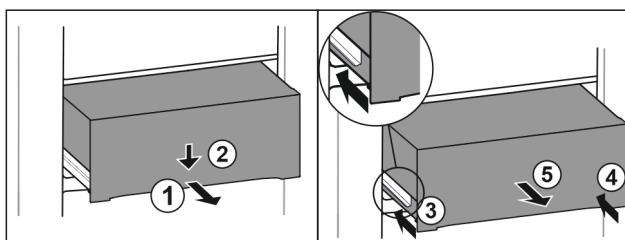

Fig. 213
- Estrarre il cassetto a metà. Fig. 213 (1)
- Premere il cassetto sul lato anteriore verso il basso. Fig. 213 (2)
- Spingere la guida sinistra di circa 2 cm verso l'interno. Fig. 213 (3)
- Spingere la guida destra di circa 2 cm verso l'interno. Fig. 213 (4)
- Rimuovere il cassetto tirandolo in avanti. Fig. 213 (5)